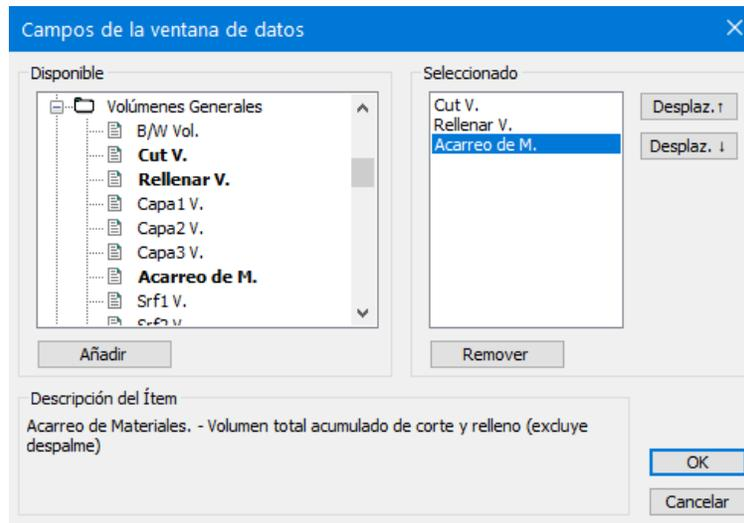

Figura 8-8: Agregando Movimiento de Materiales a la Ventana de Datos
- c. Adicione **Cut V.**, **Fill V.**, and **Mass H.** del directorio de *Volúmenes Generales* como se muestra en la Figura 8-8 abajo.